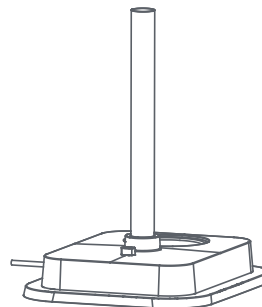

Рисунок 2
3. Последовательно установите остальные части разборной стойки на первую (см. рис. 2).